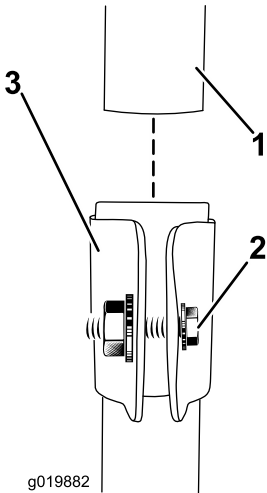

Figura 2
2. Introduzca el tubo superior en el tubo inferior, alineando las pestañas del tubo superior con las pestañas receptoras del tubo inferior, y apriete el tornillo para sujetarlo (Figura 2).